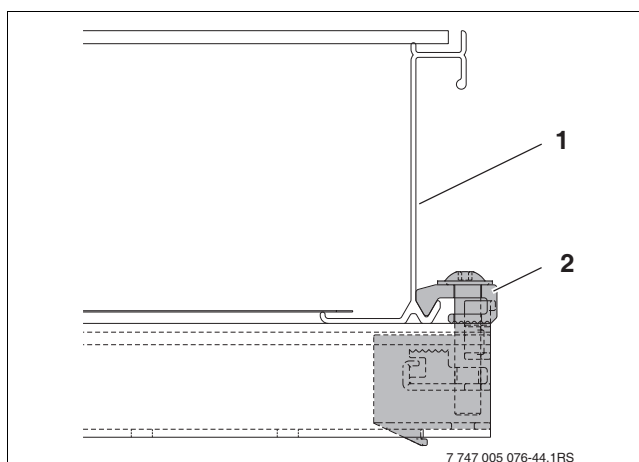

Bild 63 Verschraubter Kollektorspanner einfach
- Kollektor (Bild 63, [1]) vorsichtig an den Kollektorspanner einfach schieben und waagrecht ausrichten.
- Kollektorspanner einfach mit dem Schlüssel SW5 verschrauben. Der Niederhalter (Bild 63, [2]) des Kollektorspanners greift jetzt in die untere Kollektorkante.